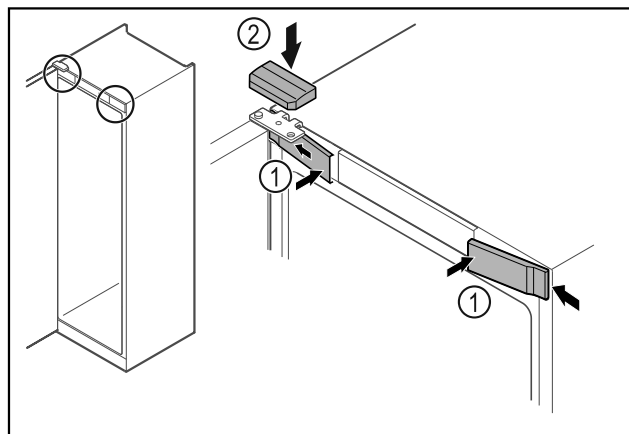

Fig. 49 *
- Agganciare le coperture anteriori Fig. 49 (1) di lato e innestarle.*
- Innestare la copertura superiore Fig. 49 (2) dall'alto.*